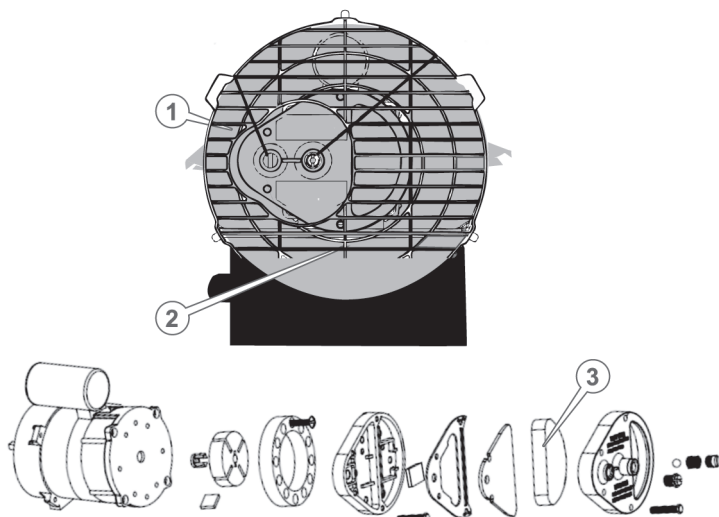

Рисунок 5. Схема розташування повітряного фільтра.
6.5 Обслуговування повітряного фільтра (рисунок 5).